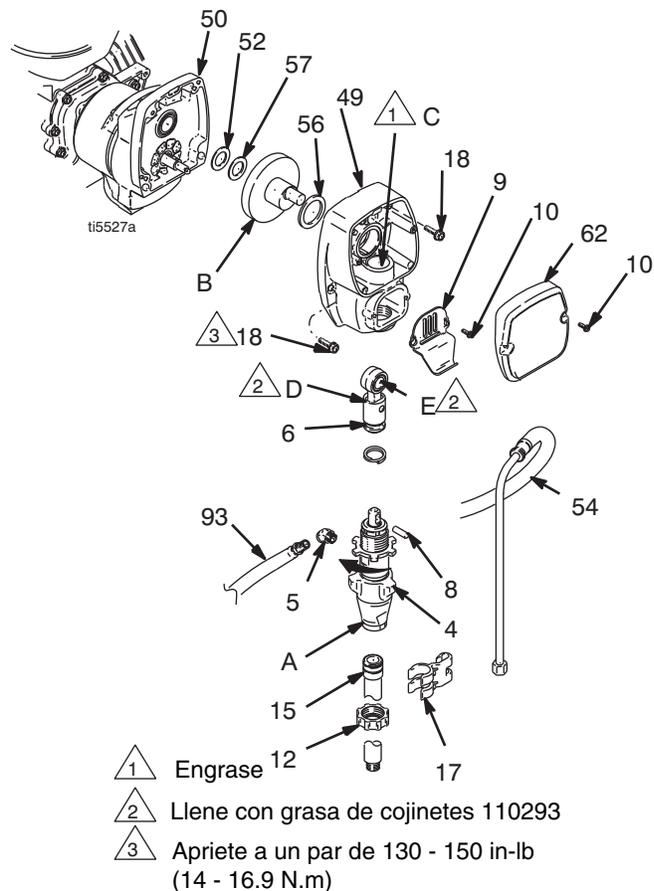

FIG. 1
2. FIG. 1. Retire los tornillos (10) y la cubierta delantera (62).
4. Retire los cuatro tornillos (18) del alojamiento del impulsor (49).
7. Instale los tornillos (18) en el alojamiento impulsor. Apriete uniformemente al valor especificado en la nota 3 de la Fig. 1.